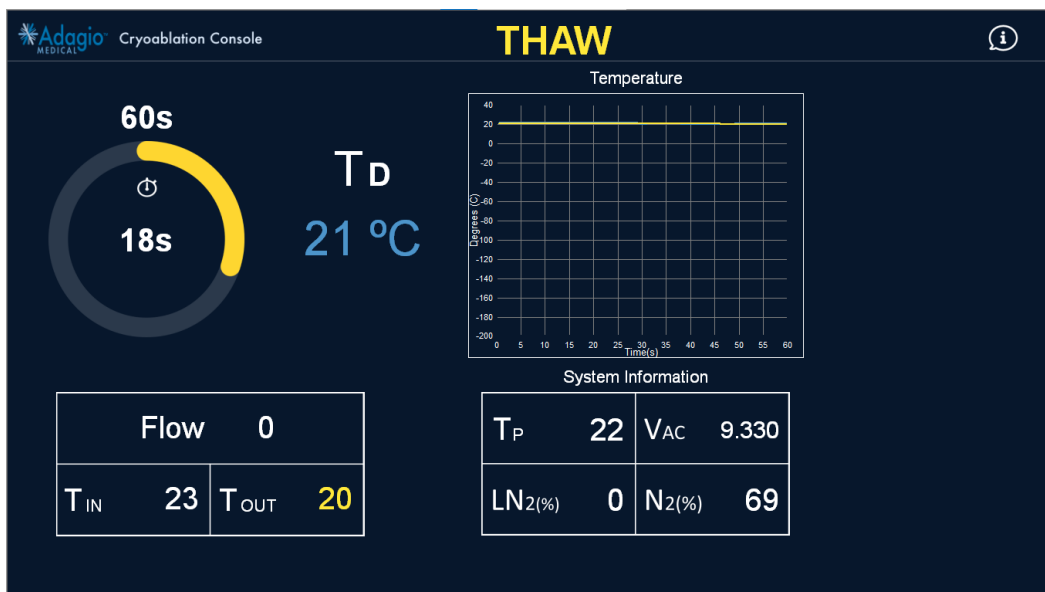

Afbeelding 99 – Scherm tijdens het bevriezen van de katheter
- Druk op de knop FREEZE (Bevriezen) in het scherm Gereed voor procedure (Afbeelding 95). De console zet op dit moment de NCN-flow naar de katheter in gang en handhaaft deze gedurende de gespecificeerde duur. Het scherm voor katheter bevriezen (Afbeelding 99) verschijnt op de monitor. In dit scherm is de knop FREEZE (Bevriezen) vervangen door de knop STOP (Stoppen). Als de knop STOP (Stoppen) opnieuw wordt ingedrukt, wordt de vriescyclus vóór de time-out beëindigd. De duur van de vriescyclus kan ook worden verlengd door tijdens het bevriezen op de knop ADD CYCLE (Cyclus toevoegen) te drukken.
5. Let goed op de timer en de parameters die op het scherm tijdens het bevriezen van de katheter (Afbeelding 99) worden weergegeven.